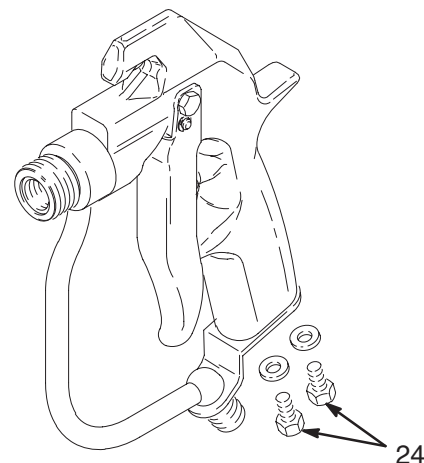

Fig. 9
5. Skru ut skruene (24). Se Fig. 9.